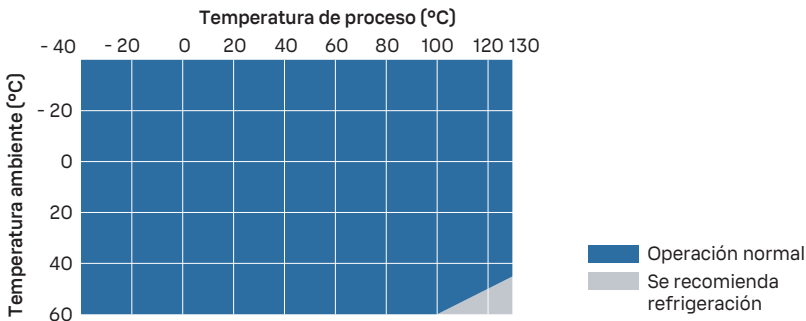

Figura 20 Temperatura de proceso y enfriamiento recomendado
- Use enfriamiento adicional de acuerdo con Figura 20 \(página 83\). Tenga en cuenta que los valores de la figura son indicativos. El enfriamiento requerido depende de la ubicación y del entorno de instalación.